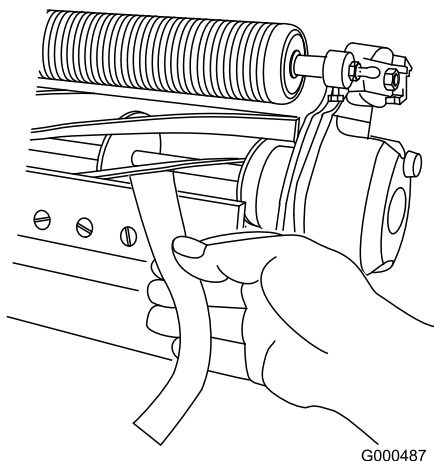

Figure 12
3. Contrôlez la performance de coupe en insérant une longue bande de papier de performance de coupe (réf. Toro 125-5610) entre le cylindre et la contre-lame, perpendiculairement à la contre-lame (Figure 12). Faites tourner **lentement** le cylindre en avant ; il devrait couper le papier.